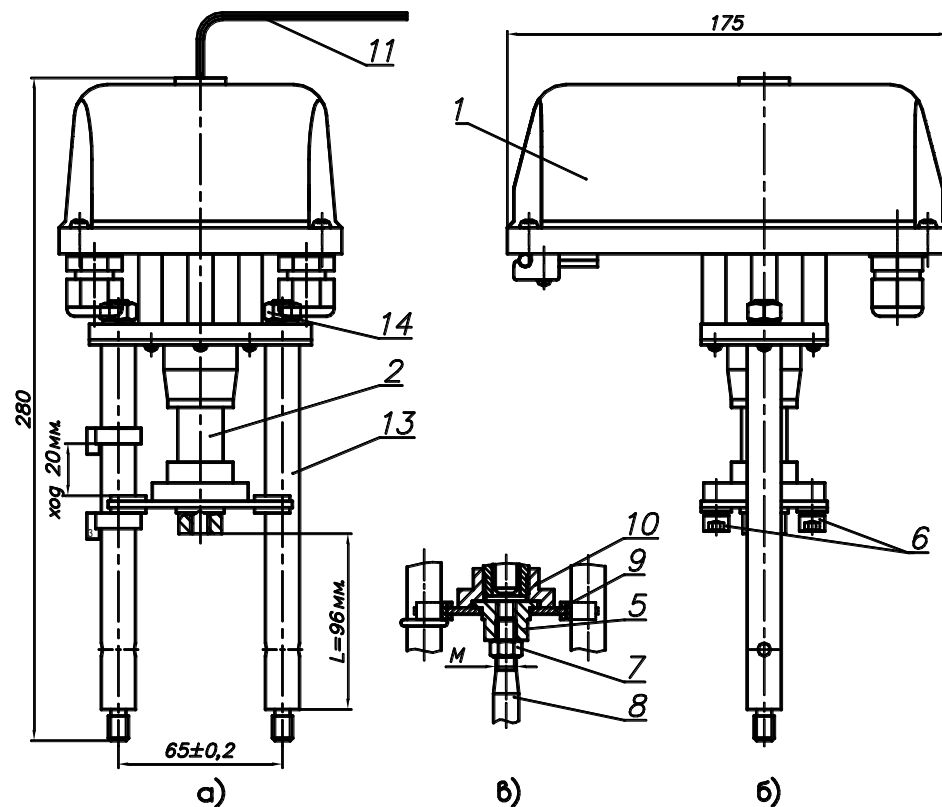

Рисунок 1 - ВЭП-111-2700
- электропривод (см. рис.1 – поз.1);
- винтовая передача (см. рис.1 – поз.2).